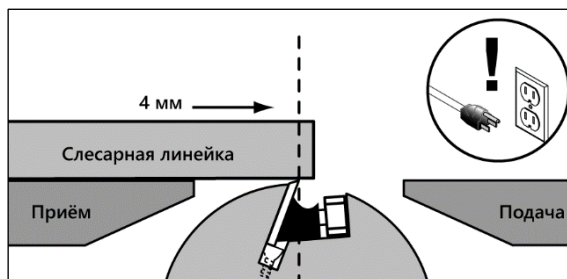

Рисунок 33.
- Расположите слесарный уголок на столе приема так, чтобы он дотягивался до строгального вала и вращайте вал за шкив до тех пор, пока один из ножей не окажется в верхней точке (рис. 33).